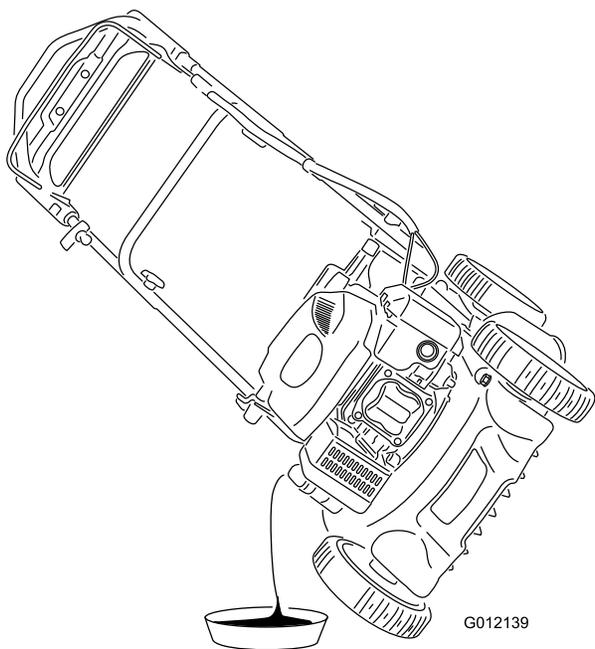

Figura 20
4. Coloque la máquina de lado con la varilla de aceite hacia abajo para drenar el aceite usado a través del tubo de llenado de aceite en un recipiente de aceite usado (Figura 20).